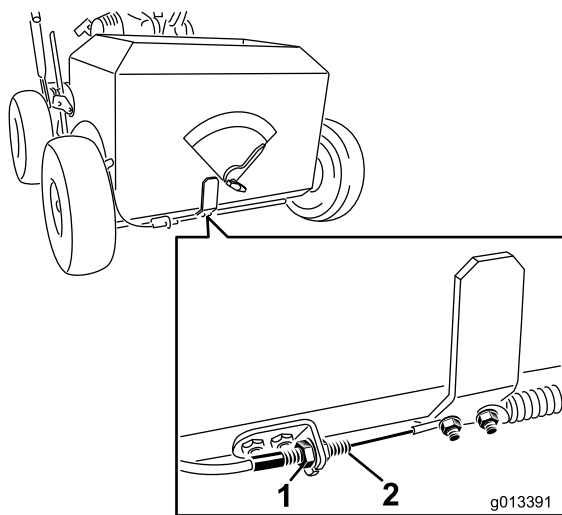

Figure 28
4. Desserrez les écrous sur le câble de commande du volet de distribution (voir Figure 28).